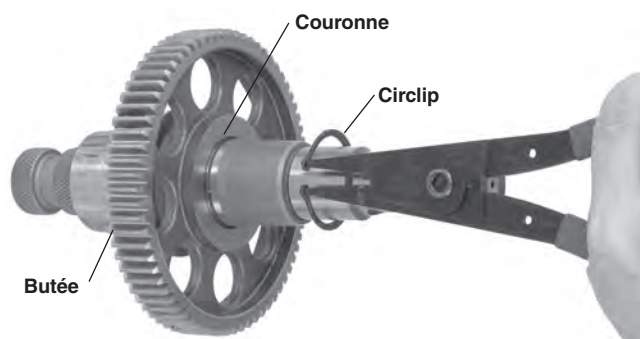

Figure 19 – Retrait du circlip
5. Retirez le circlip de l'arbre de transmission, puis retirez la couronne (Figure 19).